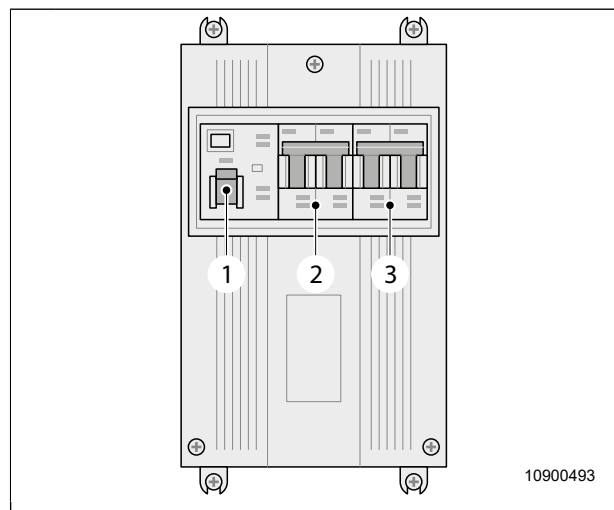

Fig. 53 Interruttore automatico
Il veicolo è protetto dai fusibili (Fig. 53, pos. 2) e dall'interruttore differenziale (Fig. 53, pos. 1) nell'interruttore automatico in caso di alimentazione esterna a 230 volt.
Anche il climatizzatore (accessorio speciale) è protetto dall'interruttore automatico (Fig. 53, pos. 3).